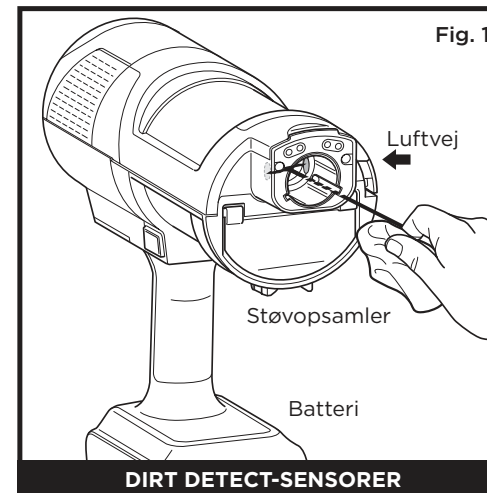
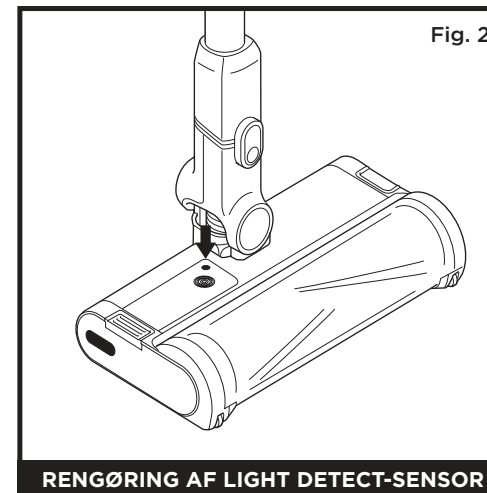

Fig. 1
Fig. 2
Sådan renses sensorerne (fig. 1):
2. Find DirtDetect-sensoren på mundstykket af håndsugeren (fig. 1), LightDetect-sensoren på toppen af mundstykket (fig. 2) og EdgeDetect-sensoren på siden af mundstykket (fig. 3).